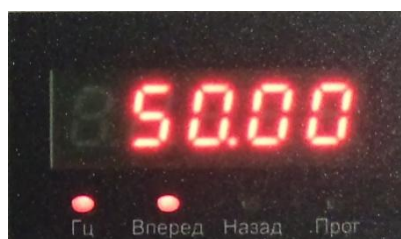

Рис.4.11
4.12.2. Подать напряжение питания на преобразователь частоты. На дисплее должна появиться индикация (рис. 4.11):
- мигает индикатор «Вперед» и значение заданной частоты (числовое значение может не совпадать с рис. 4.11);